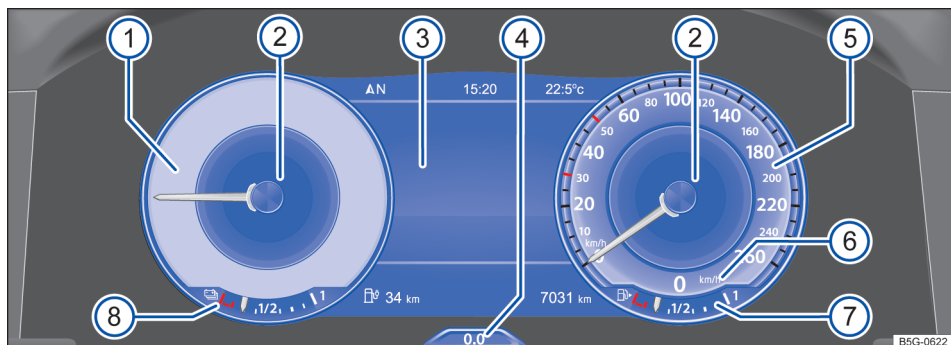

Fig. 13 Active Info Display no painel de instrumentos.
Esclarecimento dos instrumentos → Fig. 13:
- 2 **Indicador dos perfis de informação.** O conteúdo mostrado varia conforme o perfil de informação selecionado. → Fig. 13 mostra o perfil de informação "Classic" sem indicações adicionais.
O instrumento redondo à esquerda → Fig. 13 1 se ajusta ao modo de condução → Página 135.
No modo de operação **E-MODE** o fluxo de energia da propulsão híbrida é mostrada no display do instrumento combinado → Fig. 13 **3**. Nesse caso, o indicador do fluxo de energia pode ajudar a conduzir com economia de energia. A representação e a função correspondem ao indicador de fluxo de energia no sistema Infotainment.
Através do item de menu **Vistas** no display do instrumento combinado podem ser selecionados diferentes perfis de informação sobre assuntos específicos → Página 30. De acordo com o perfil de informação selecionado, o Active Info Display exibe informações adicionais no centro dos indicadores redondos → Fig. 13 **2**. Os seguintes perfis de informação podem ser selecionados: